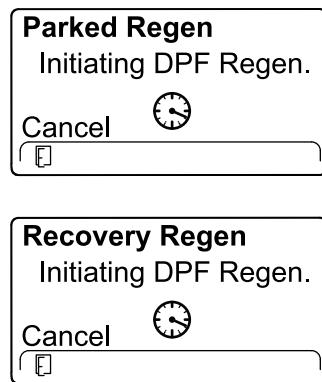

Figure 53
5. L'InfoCenter affiche le message INITIATING DPF REGEN (lancement de la régén. du FAP) (Figure 53).